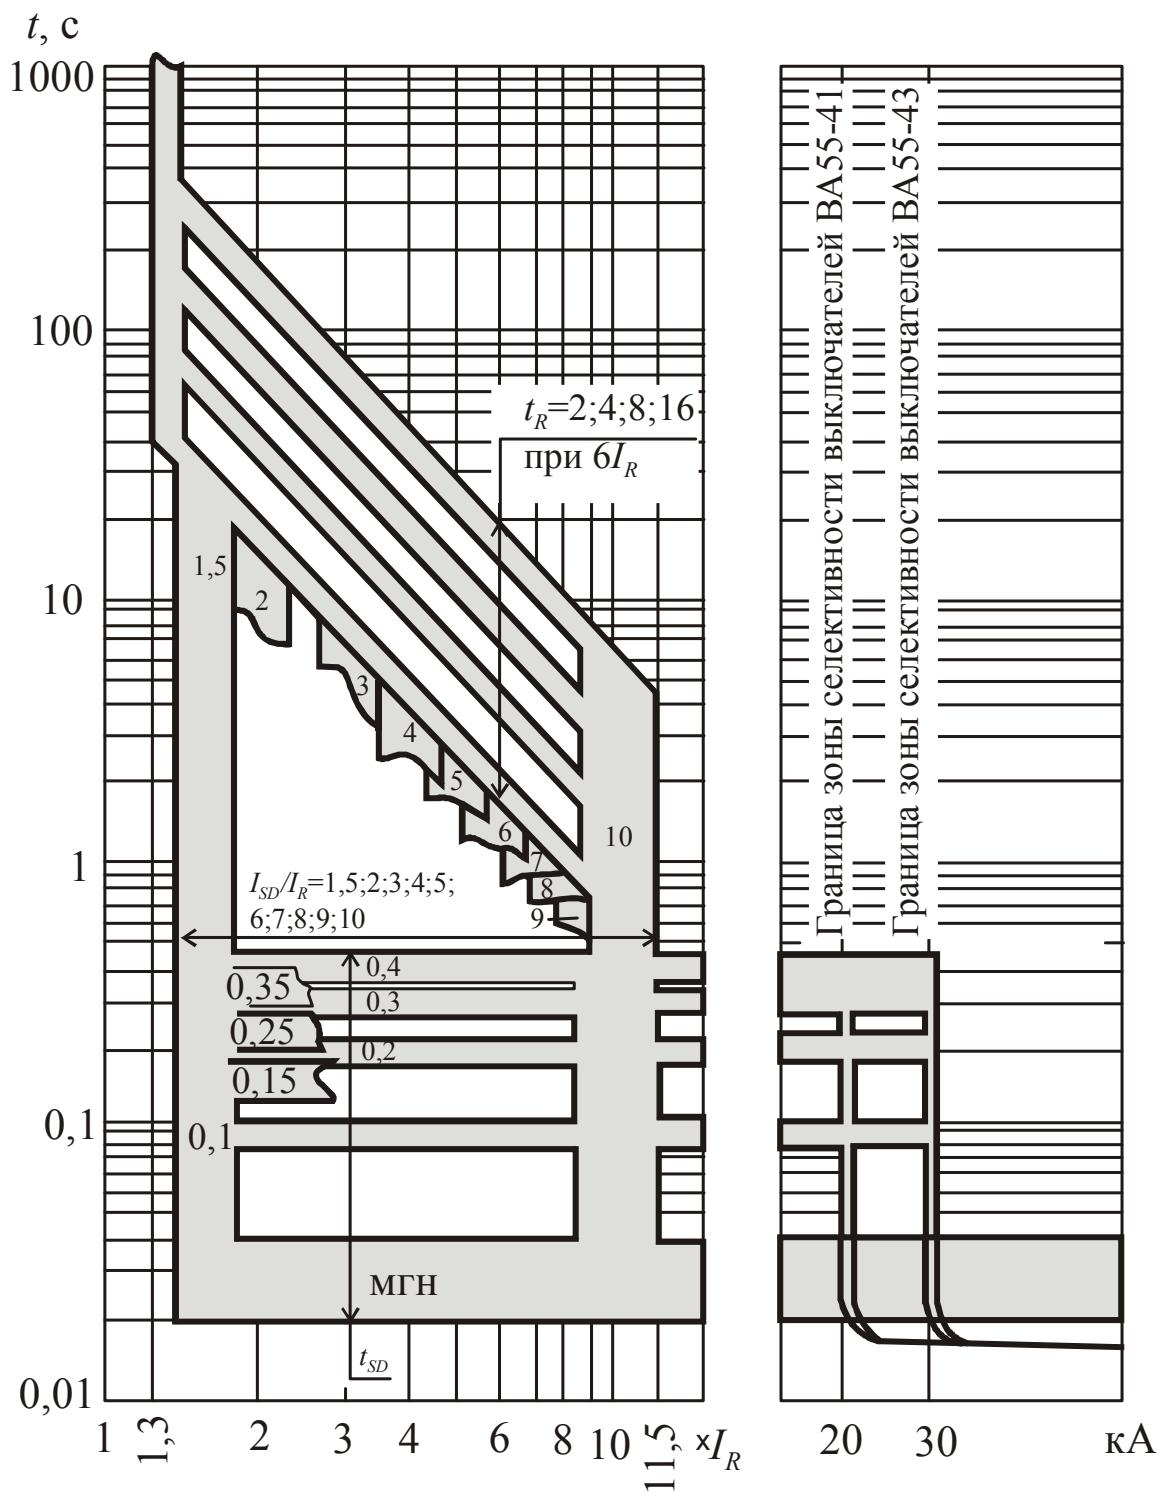

Рис. 2.37. Обратноквадратичная зависимость защитных характеристик автоматических выключателей ВА55
*Трехполюсные автоматические выключатели серии ВА55* (производитель ОАО «Электроаппарат», г. Курск). Выключатели изготавливаются с полупроводниковым максимальным расцепителем тока на базе микроконтроллера Atmega 16L. Технические (табл. 2.16) и защитные (рис. 2.37, 2.38) характеристики этих автоматов отличаются от характеристик выключателей аналогичных моделей производства ОАО «Контактор», г. Ульяновск.
- типа защитной характеристики (рис. 2.37, 2.38);
\*1 – для обратноквадратичной зависимости защитной характеристики, рис. 2.37;